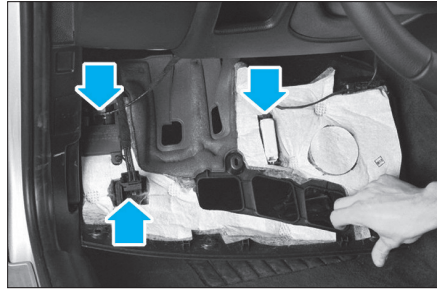

Fig. 53
- Abaisser la garniture de pédalier pour débrancher tous les connecteurs visibles puis la déposer (Fig.53).